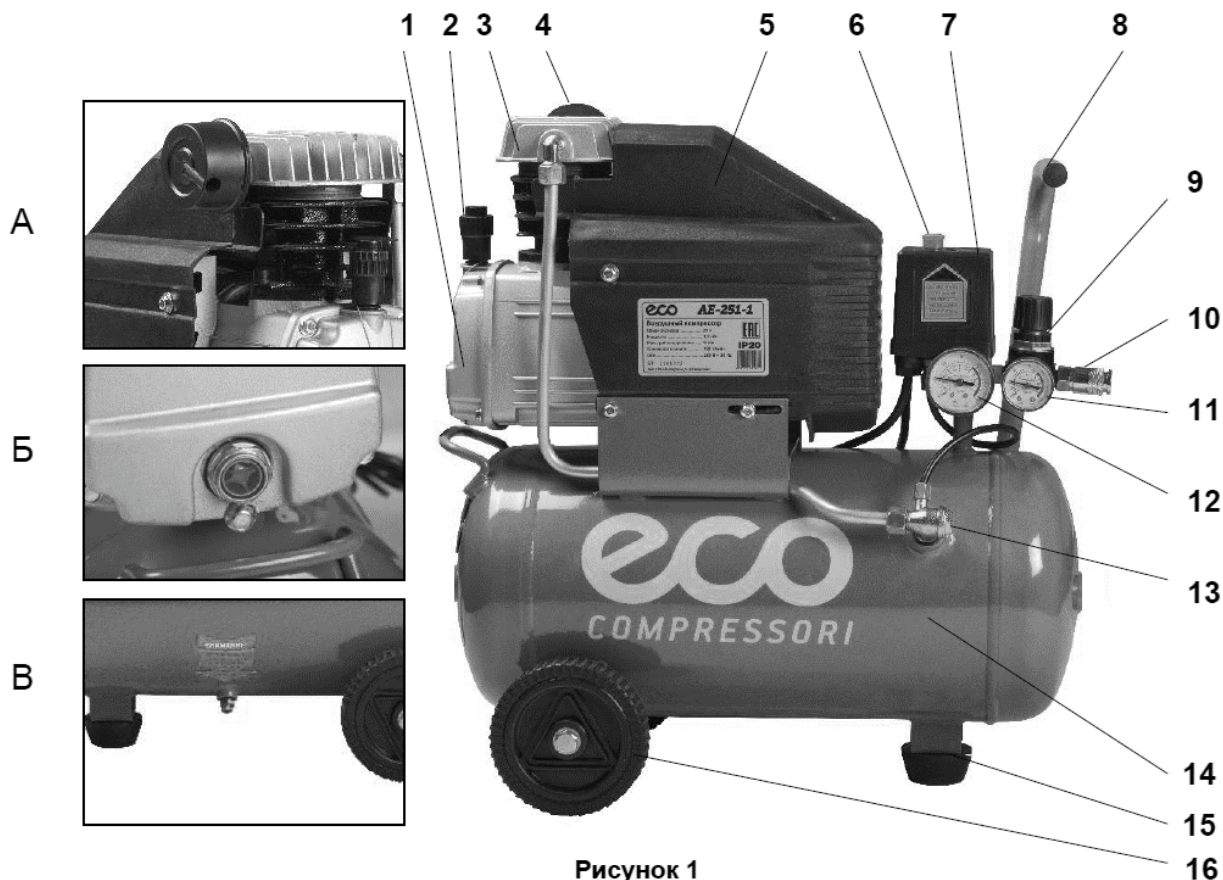

Рисунок 1
- Установите пробку со встроенным сапуном 2 (рис.1) маслозаливной горловины.
- Проверьте уровень масла. Он должен быть на уровне верхней кромки "красной точки" контрольного глазка (рис.1Б) или чуть выше его. При необходимости долейте масла, сняв пробку 2 (рис.1) маслозаливной горловины на крышке картера. Помните, что после первых 30 часов работы следует полностью заменить масло одним из типов, в указанных в таблице (п.5.4).
Убедитесь, что на компрессоре установлено защитное ограждение и выключатель 6 на Прессостате 7 находится в выключенном положении (см. рис.1).
После завершения вышеперечисленных операций компрессор готов к эксплуатации. Проверьте, чтобы переключатель 6 на прессостате 7 (рис.1) находился в положении «OFF».
При первом запуске компрессора, оставьте его поработать на время приблизительно 5 минут с полностью открытыми кранами выпуска воздуха. По истечении этого времени, закройте кран и проверьте, чтобы компрессор нагнетал воздух в ресивер 14 (рис.1) и останавливался автоматически по достижении максимального давления, указанного на компрессоре, а также на индикаторе манометра.
ВНИМАНИЕ! Реле давления (прессостат) 7 (рис.1) отрегулировано изготовителем, и не должно подвергаться регулировкам со стороны пользователя.
При помощи регулятора давления 9 (рис.1), установите требуемое значение: при повороте ручки по часовой стрелке давление увеличивается, при повороте против часовой стрелки – уменьшается.
Значение давления выводится на манометр 11 (рис.1).
Отвинтите сливную пробку (См. рисунок 1 Б) и слейте масло в емкость.
ВНИМАНИЕ! Если в ресивере 14 сжатый воздух находится под большим давлением, то при открытии крана для слива конденсата (рис.1В) произойдет выброс конденсата со значительной силой;
- откройте кран для слива конденсата (рис.1В) и слейте конденсат в поддон;
- закройте кран для слива конденсата (рис.1В).
- открутите шестигранную головку обратного клапана 13 (рис. 1);